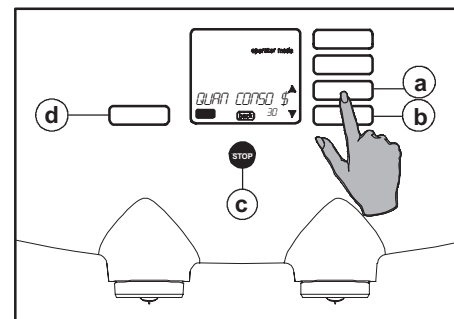

Fig. 34 Compteur bouton 1 por(tions)
9. Utilisez avec les boutons de défilement ▲▼ (fig. 34 a ou b) pour sélectionner le compteur du bouton de sélection souhaité.